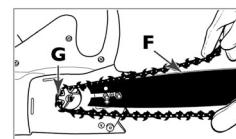
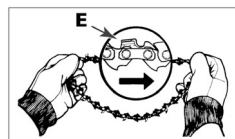

Fig. 3D
Fig. 3C
4. Etaler la chaîne, avec les bords tranchants (E) de la chaîne dirigés dans le SENS DE ROTATION (Fig. 3C).
1. Etaler la chaîne, avec les bords tranchants (E) de la chaîne dirigés dans le SENS DE ROTATION. (Voir Fig. 3C)
2. Positionner la chaîne par-dessus le pignon d'entraînement (F), les maillons d'entraînement s'insérant entre
les dents du pignon. Guider les maillons de la chaîne dans la rainure (G) située sur la partie supérieure du guide et autour du nez. La chaîne pendra légèrement sur la partie inférieure du guide-chaîne. (Voir Fig. 3D)